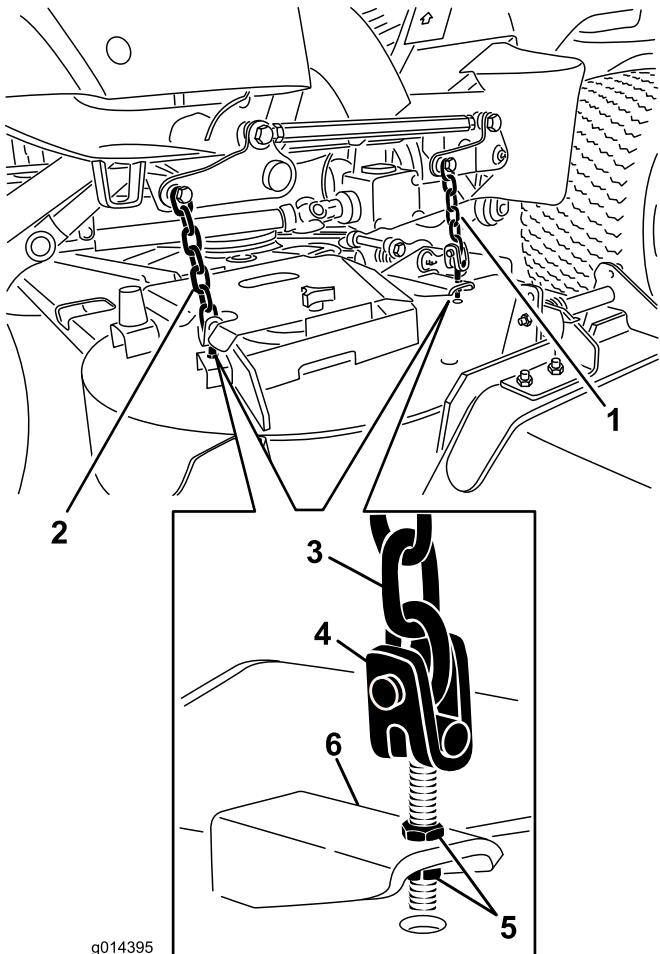

図 70
- デッキのヨーク/チェーンをデッキに固定しているジャム・ナットを調整してデッキを水平にする(図 70)。
7. デッキのヨーク/チェーンをデッキに固定しているジャムナットを調整してデッキのピッチを 8 mm に調整する(図 70)。